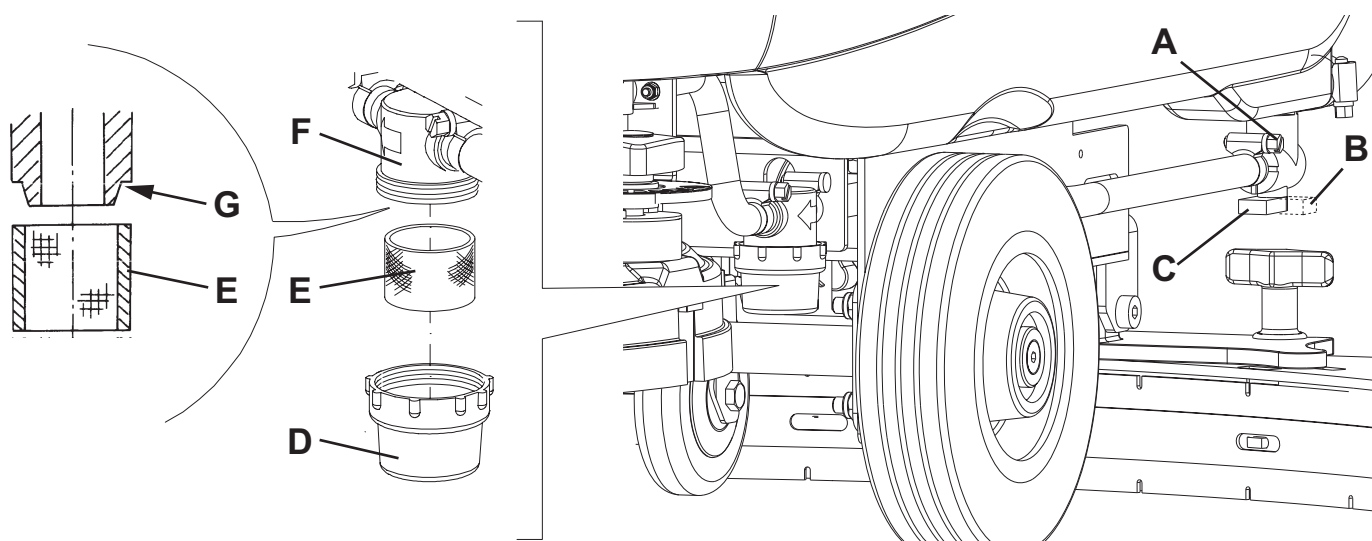

Figure 7
2. Positionner la clé de contact (80) sur « 0 ».
3. Fermer le robinet (A, Fig. 7) de la solution situé dessous la machine, derrière la roue arrière droite. Le robinet (A) est fermé quand il se trouve dans la position (B) par rapport aux tuyaux ; il est ouvert quand il se trouve dans la position (C).
4. Enlever le couvercle transparent (D), puis déposer le filet filtrant (E). Les nettoyer et les reposer dans le support (F).